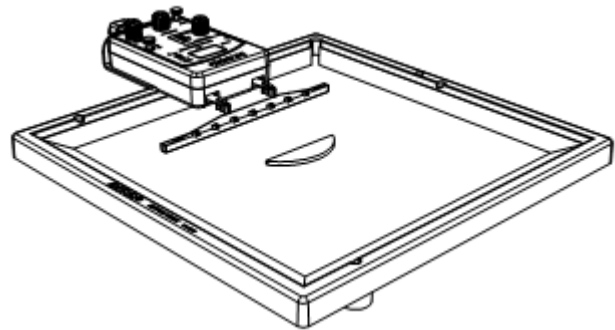

Abb. 2.3 Anordnung des konvexen Brechungsobjektes
1. Das trapezförmige Brechungsobjekt durch ein konvexes Brechungsobjekt ersetzen, und dieses in der Mitte der Wellenwanne so anordnen, dass die gerade Seite parallel und im Abstand von etwa 5 cm zum Erreger für ebene Wellen liegt (vgl. Abb. 2.3).